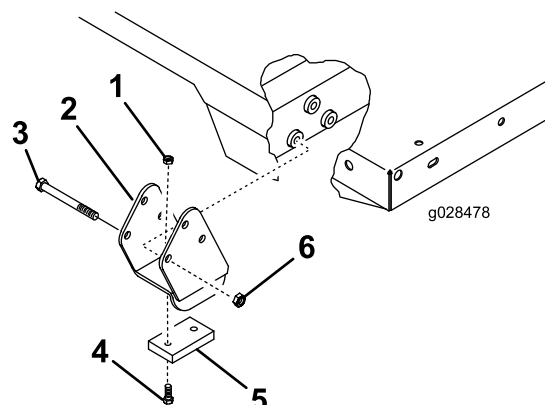

**Figura 2**
**Nota:** Coloque los soportes en la plataforma plana, como se muestra en Figura 2.
**Nota:** En el caso de Workman 3000 o 4000 con una plataforma plana completa, asegúrese de que los soportes de pivote traseros están atornillados en el perfil del bastidor de la plataforma con el extremo inferior inclinado hacia atrás (Figura 2).